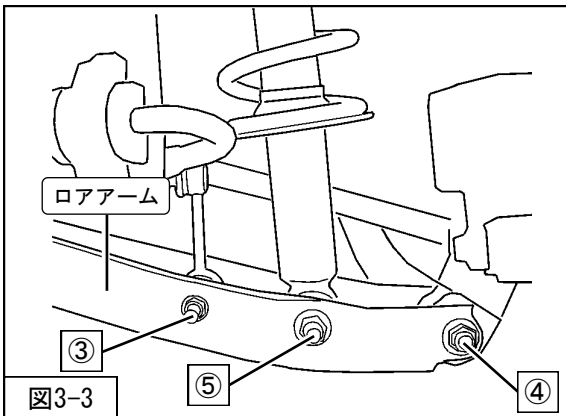

図3-3
4. ③スタビライザリンク取付ボルト・ナット
④ロアアーム取付ボルト・ナット
⑤リアサスペンションASSYロア取付ボルト・ナットを取外してください。(図3-3)